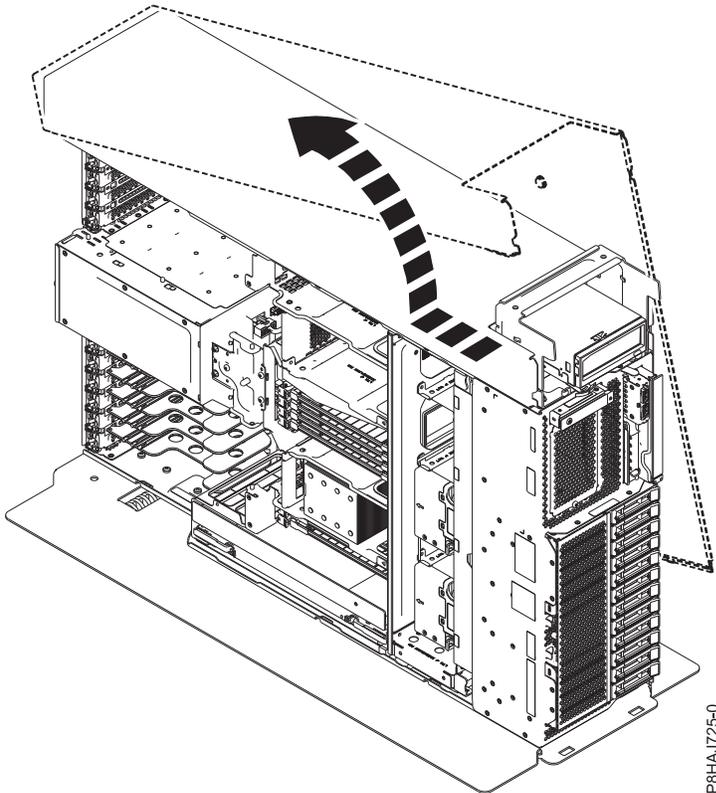

Figura 26. Extracción de la cubierta lateral del sistema 8286-41A
5. Deslice la cubierta lateral sacándola del sistema en la dirección que se muestra en la Figura 26.